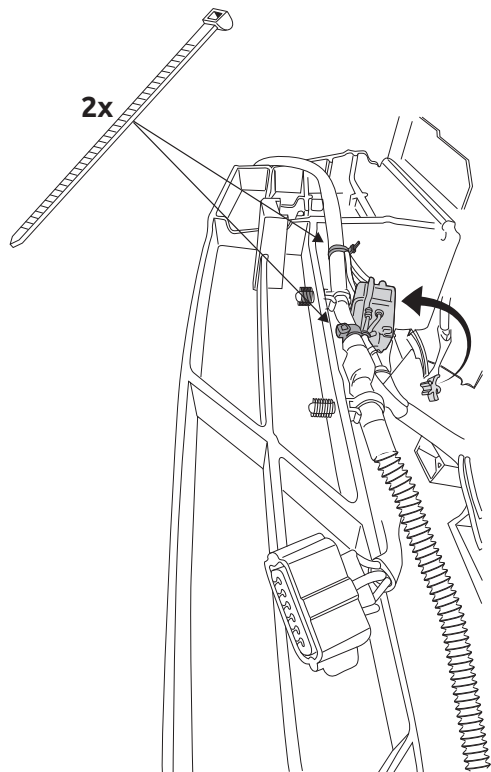

Fig.4
3. **Для автомобилей Kia Venga 2015->:** При необходимости, провести проводку по-другому. См. рисунок 4.